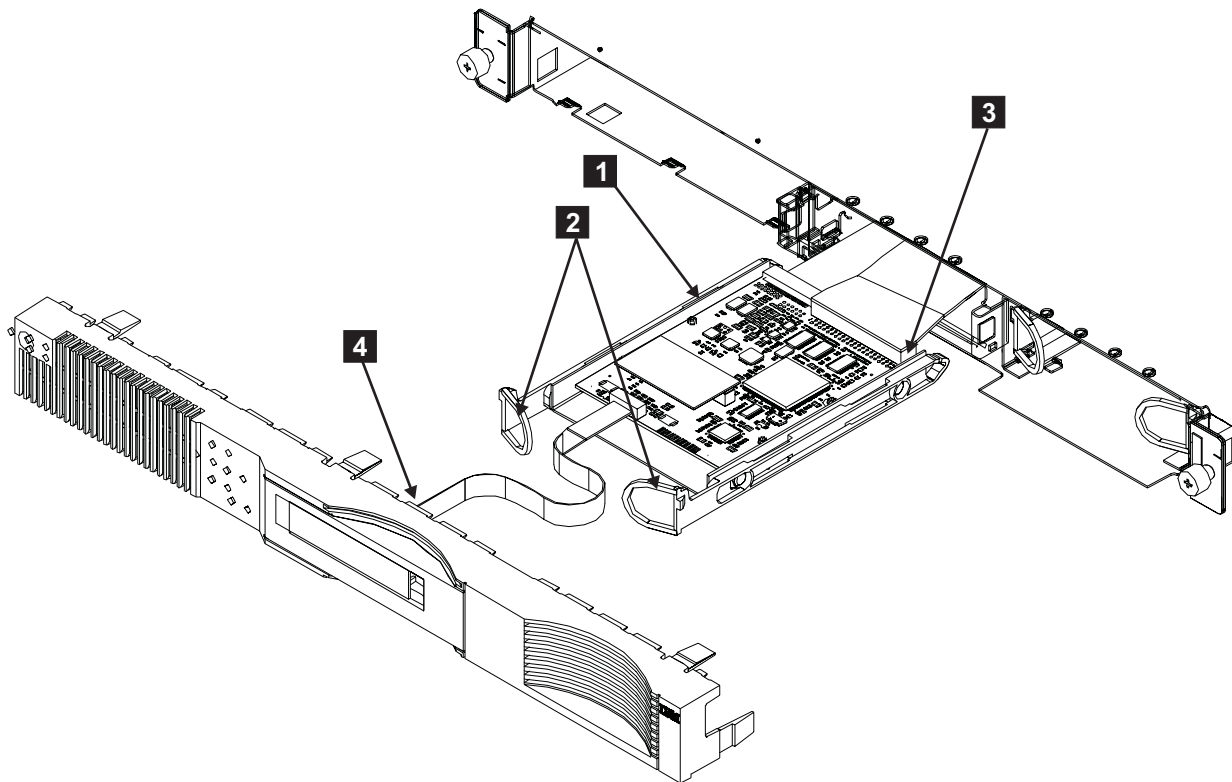

図 37. サービス・コントローラーの取り外し
1. SAN ボリューム・コントローラーからすべての電源を除去します。190 ページの図 37 を参照してください。